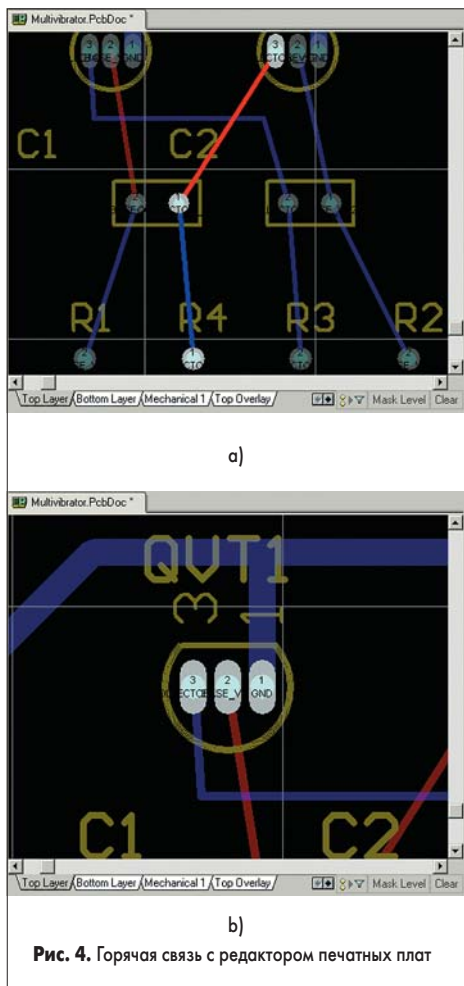

Рис. 4. Горячая связь с редактором печатных плат
23. Выполним щелчок правой кнопкой мыши на имени сигнала collector_vt2 на верхнем графике страницы результатов измерений и в контекстном меню выберем команду Cross Probe To Multivibrator.PcbDoc. Вид в окне редактора плат изменится, и в нем будет показана цепь коллектора транзистора QVT2 (рис. 4, a).
24. Выполним щелчок правой кнопкой мыши на имени сигнала qvt1[ic] на нижнем графике и снова выберем команду Cross Probe To Schematic. Вид в окне редактора плат изменится, и в нем будет показан транзистор QVT1 (рис. 4, b).